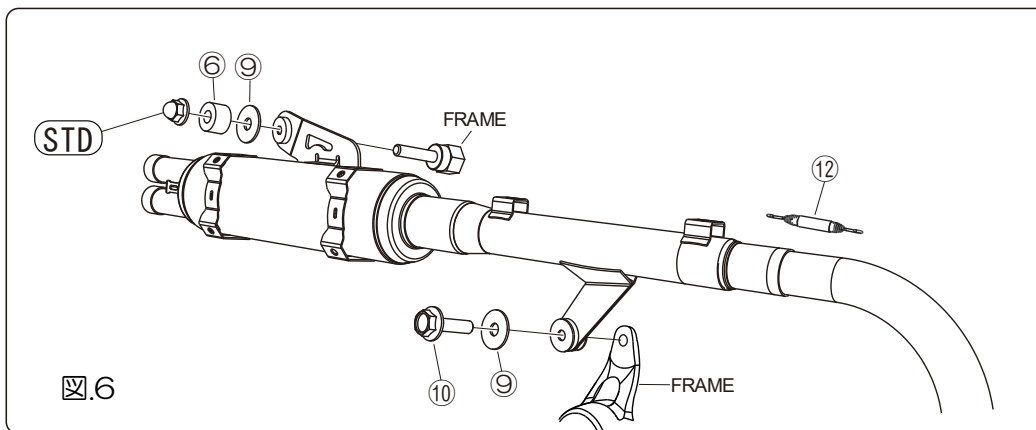

図.6
- フロントパイプ COMP（①）を車体へ取り付け、EX フランジを閉じて EX フランジナットを仮組します。
- ・図.6 を参照してテールパイプ COMP (②) をフロントパイプ COMP (①) へ差し込み、車体へ仮組します。